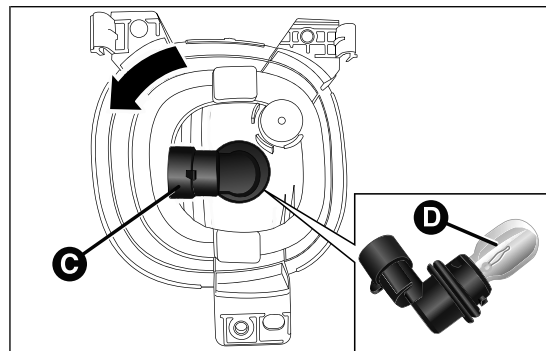

fig. 179
- ❑ desconectar el conector eléctrico y girar hacia la izquierda el portalámparas C fig. 179;